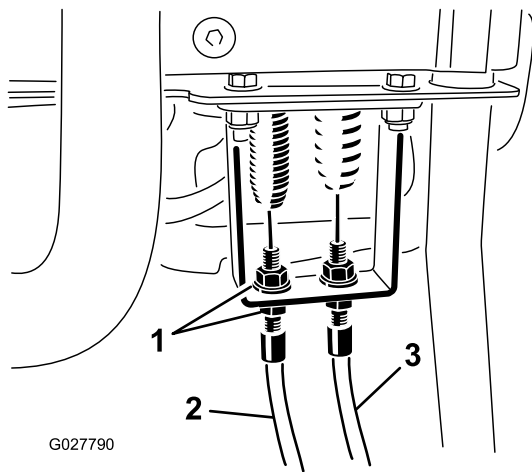

Figura 50
3. No anteparo da pega do controlo, desaperte o cabo de controlo do cilindro até que haja uma folga no cabo (Figura 50).